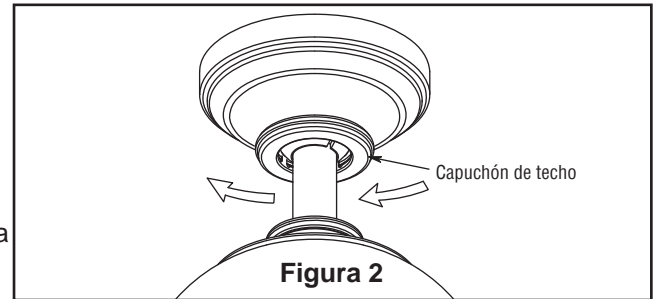

Figura 2
2. Coloque y ajuste firmemente la cubierta para el tornillo de la base sobre los tornillos de reborde de la abrazadera para colgar mediante el mecanismo de seguro por giro del chavetero. (Figura. 2)